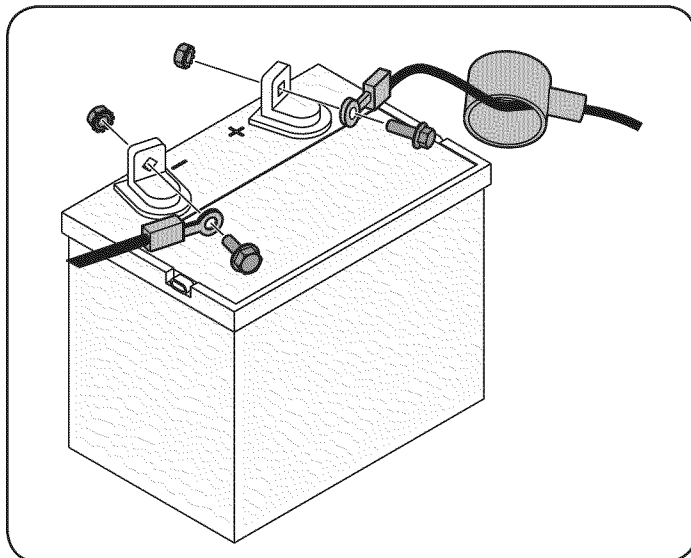

Figura 7
1. Retire la cubierta plástica, si es que está presente, del borne positivo de la batería y una el cable rojo al borne positivo de la batería (+) utilizando el perno y la tuerca hexagonal. Vea la Figura 7.
2. Retire la cubierta plástica, si es que está presente, del borne negativo de la batería y una el cable negro al borne negativo de la batería (-) utilizando el perno y la tuerca hexagonal. Vea la Figura 7.